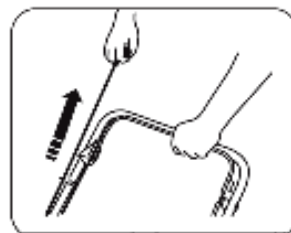

Рис. 15
4. Правой рукой потяните за ручку стартера до ощутимого сопротивления, затем верните ее назад на вытянутую руку и резко дерните за ручку стартера (рис. 15). Двигатель запустится.